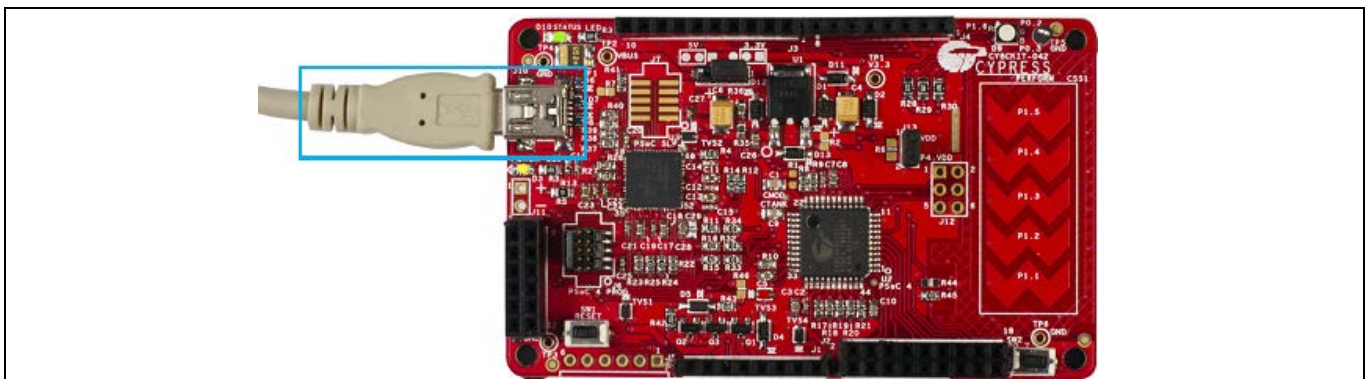

Figure 19 USB ケーブルを CY8CKIT-042 の J10 に接続
1. **Figure 19** に示すように、まず **CY8CKIT-042** を USB ケーブル (電源を供給) を介して PC に接続します。